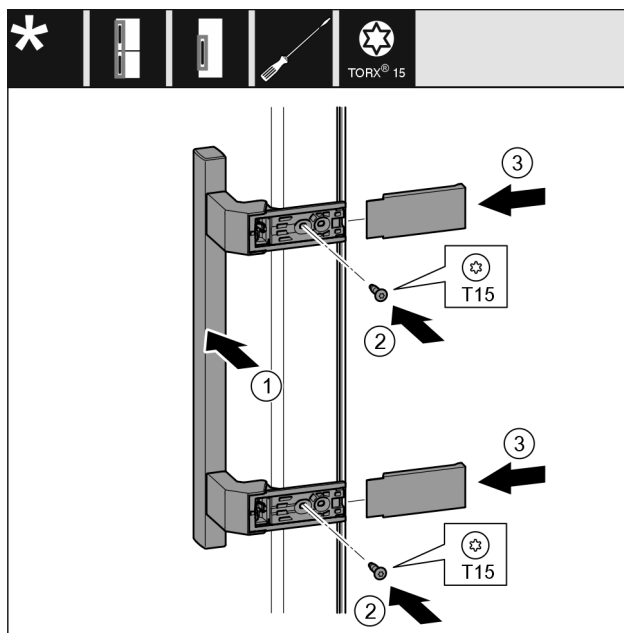

Fig. 55
- Nasad'te madlo Fig. 55 (1) na protilehlé straně.
- Šroubovákem šrouby Fig. 55 (2) pevně utáhněte.
- Kryty Fig. 55 (3) bočně nasad'te a nasuňte.